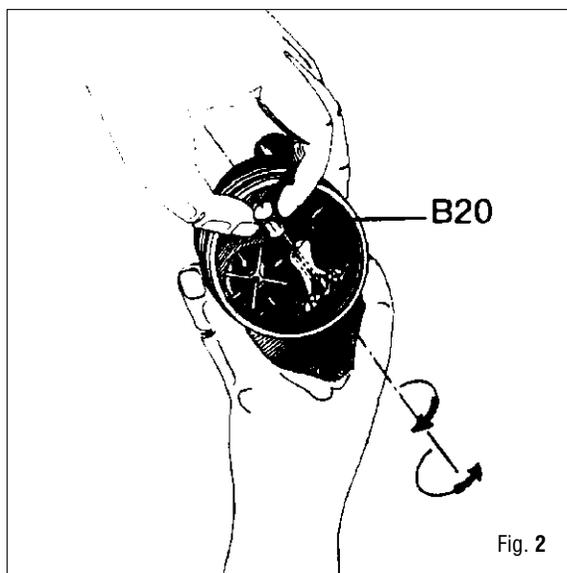

Fig. 2
7. Posicione correctamente la leva de regulación en la ranura de la caja de la segunda etapa (32), coloque la arandela (34) en el vástago de la válvula y atornille la tuerca de regulación (33) algunas vueltas, usando la llave especial (B-20). (Fig. 2)